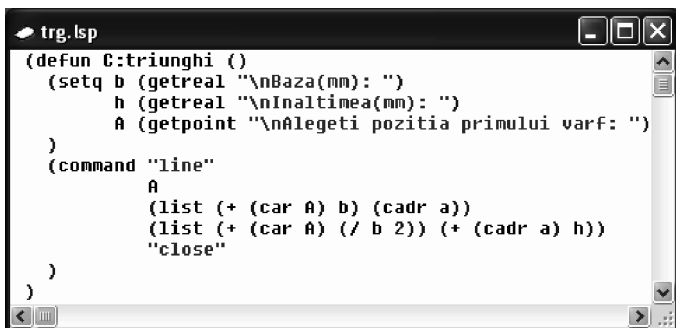

Fig. 12.5 Formatarea tuturor liniilor
4. Din meniul grafic **Tools**, se selectează pictograma *Format edit window*, ceea ce duce la formatarea întregii ferestre de editare – vezi Fig. 12.5.